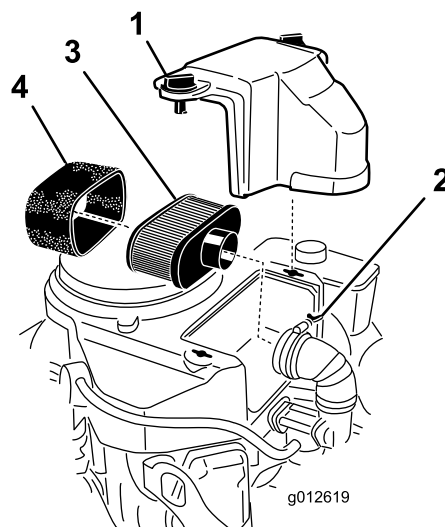

Figura 39
3. Pulite intorno al filtro dell'aria per evitare che la morchia possa penetrare nel motore provocando gravi danni (Figura 39).
4. Allentate le manopole del coperchio e rimuovete il coperchio del filtro dell'aria (Figura 39).
5. Allentate la fascetta stringitubo e rimuovete il gruppo filtro dell'aria (Figura 39).
6. Tirate via con cautela l'elemento in schiuma sintetica dall'elemento di carta (Figura 39).
1. Infilate con cautela l'elemento in schiuma sintetica sull'elemento di carta (Figura 39).
2. Collocate il gruppo filtro dell'aria sull'apposita base o flessibile e fissatelo (Figura 39).
3. Posizionate la copertura del filtro dell'aria e serrate la manopola di copertura (Figura 39).